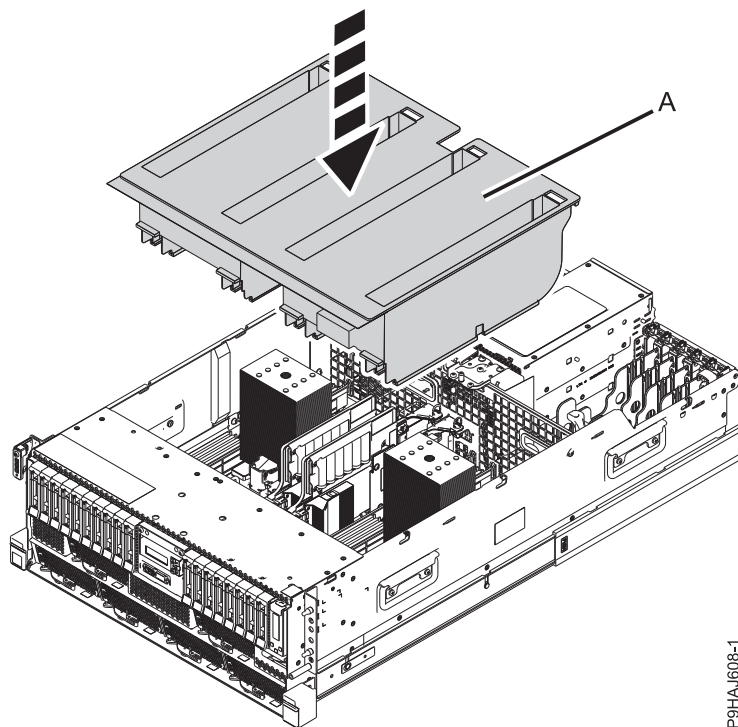
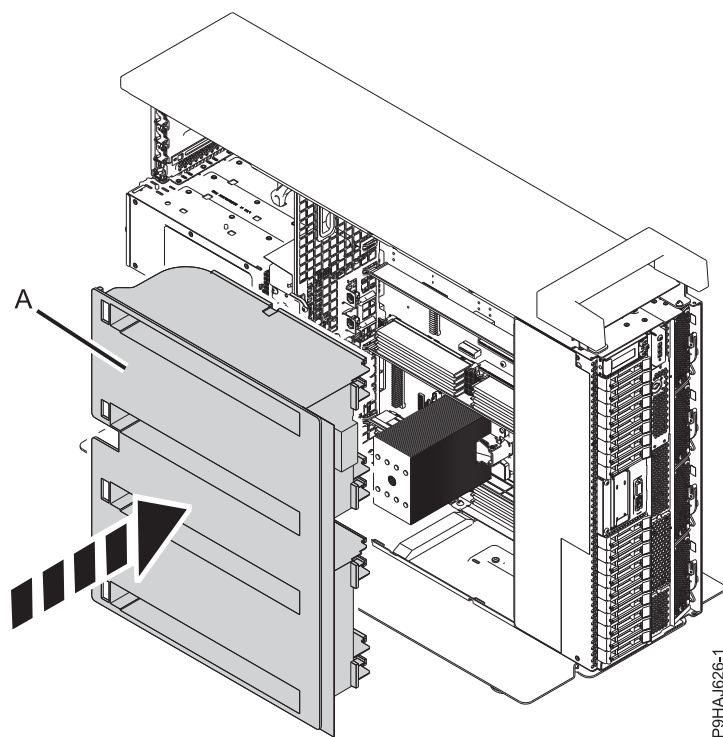

Figura 20. Sustitución del deflector de aire en un sistema montado en bastidor
Figura 21. Sustitución del deflector de aire en un sistema autónomo
7. Para un sistema montado en bastidor, sustituya el deflector de aire **(A)** en el chasis tal como se muestra en la Figura 20 en la página 24. Para un sistema autónomo, vuelva a colocar el deflector de aire **(A)** directamente en el lateral del chasis tal como se muestra en la Figura 21 en la página 24. Asegúrese de que la solapa frontal queda doblada debajo del chasis frontal.